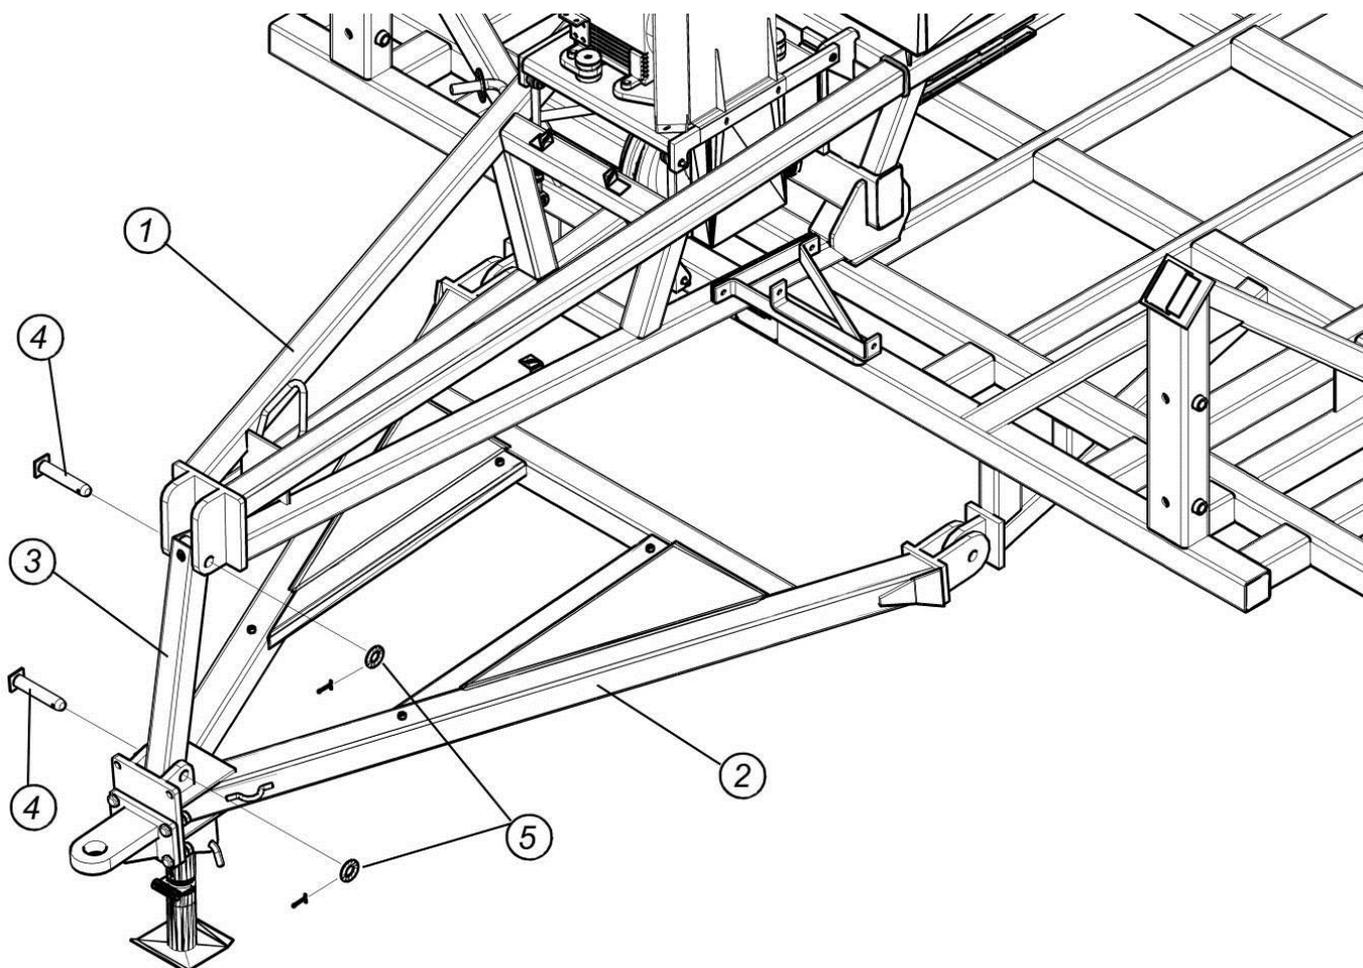

Рис. 4.7.2. Установка бункера на раму
4.7.2. Переднюю часть рамы бункера 1 закрепите с передней сцепкой 2, установив стойку 3. Используйте при этом пальцы 4 (2 шт.) ($\text{Ø}32 \times 185$), шайбы 5 ($\text{Ø}33$ мм) и шплинты ($\text{Ø}6 \times 50$) (рис. 4.7.2).